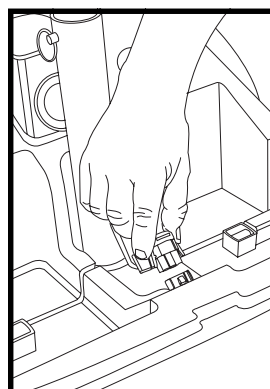

Figure 16. Câble avant/arrière
7. Débranchez le câble gris qui relie la console du guidon au module électronique à l'arrière. Voir la figure 16.